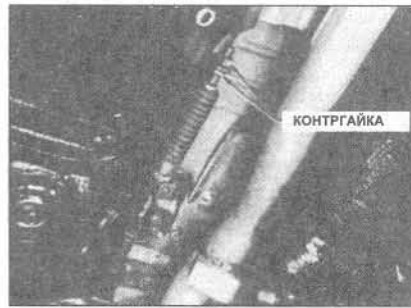

Рис. 7.9 Контргайки регулятора механизма отборщика передач (Главы 7 и 8)
- 6 Ослабьте обеих контргайки регулятора тросика (Рис. 7.9), переместите рычаг переключения передач в положение "Р" и проверьте, чтобы рычаг фиксировался в этом положении.